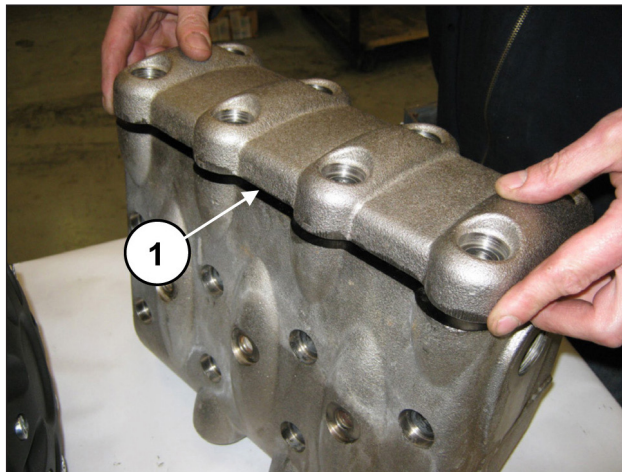
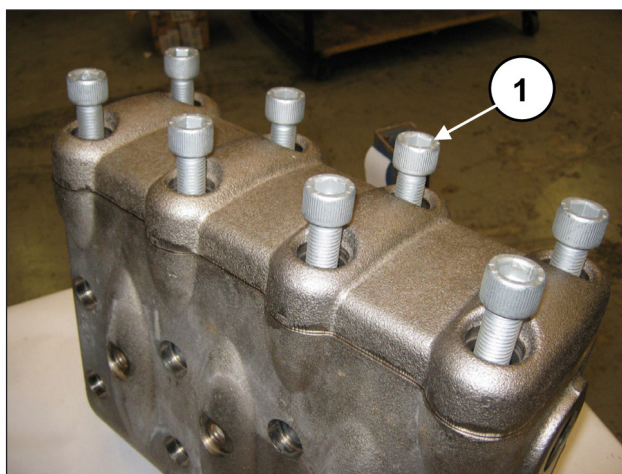

Рис. 132
Рис. 133
Вставьте пробку клапана вместе с уплотнительным кольцом круглого сечения и упорными кольцами. После завершения монтажа клапанных узлов и пробки клапана установите крышку клапанов (поз. ①, Рис. 132) и завинтите 8 винтов M16x55 (поз. ①, Рис. 133).